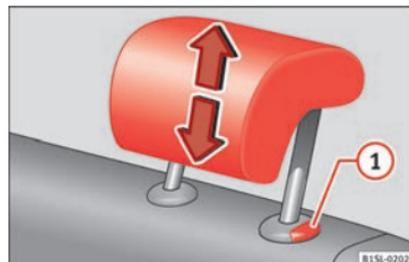

Abb. 54 Kopfstütze hinten ausbauen.
- Kopfstütze bei gedrückter Taste » **Abb. 54** ① ganz herausziehen.